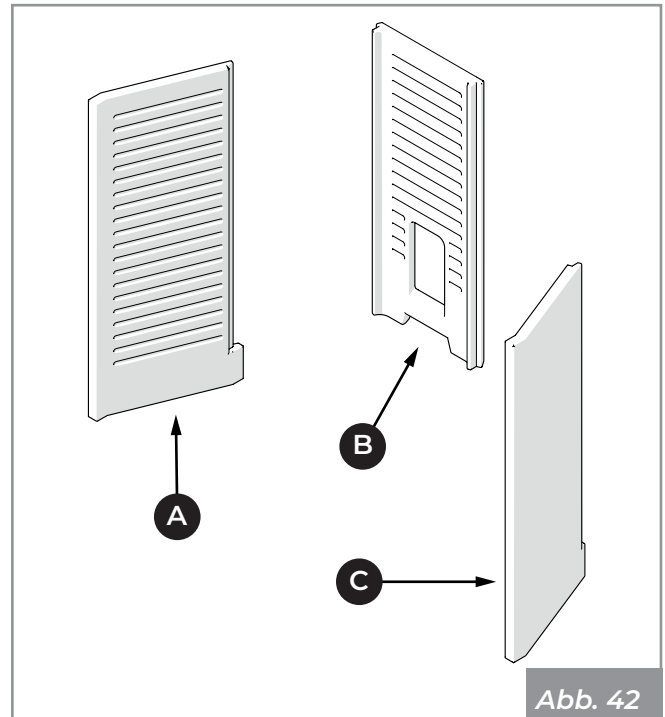

Abb. 42
Die feuerfesten Wände sind: eine linke (A), eine untere (B) und eine rechte (C) (Abb. 42).